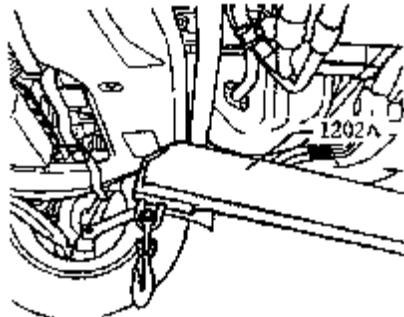

图 4-127 支起副车架
(1) 拆卸油底壳。
(2) 如图 4-127 所示，用车间起重机 1202A 支起副车架。